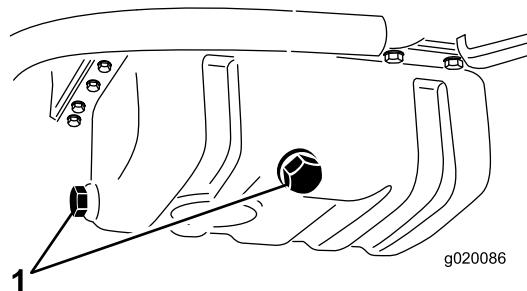

図 52
1. どちらかのドレンプラグ (図 52) を外してオイルを容器に受ける。オイルが抜けたらプラグを元通りに取り付ける。